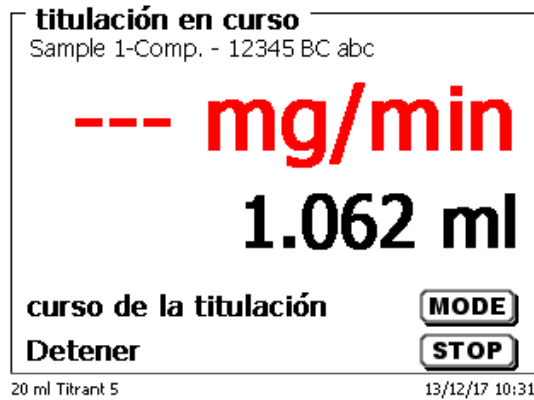

Fig. 75
- el uso en ml con la deriva en $\mu\text{g}/\text{min}$ (Fig. 75),